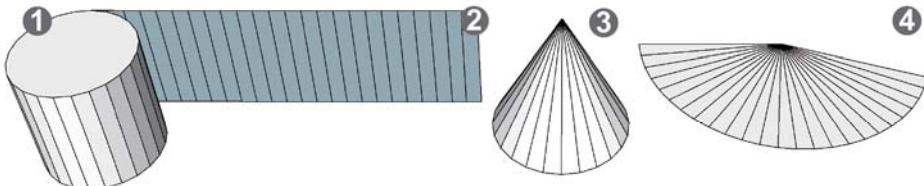

图 1.3.7 可展曲面示例
(4) 直纹曲面。在几何学中，“由一条直线通过连续运动构成的曲面则可称其为直纹曲面”，最常见的直纹曲面是平面、柱面和锥面。著名的莫比乌斯环也是直纹曲面（截图略）。
(5) 可展曲面。它是在其上每一点处高斯曲率为零的曲面。有个一般性的定理表明：一片具有常数高斯曲率的曲面能够经弯曲（非拉伸、收缩、皱褶或撕裂）而变为任何一片具有相同常数高斯曲率的曲面。图 1.3.7 是两个例子。